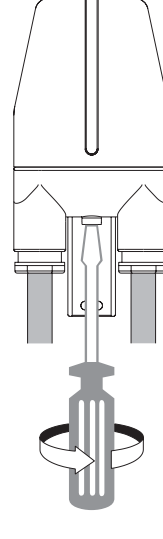

fig. 7
- Fixar la tapa apretando el tornillo de seguridad ubicado en la parte inferior de la base. Apretar el tornillo hasta que la tapa presione sobre la guarnición garantizando el cierre hermético (fig. 7).